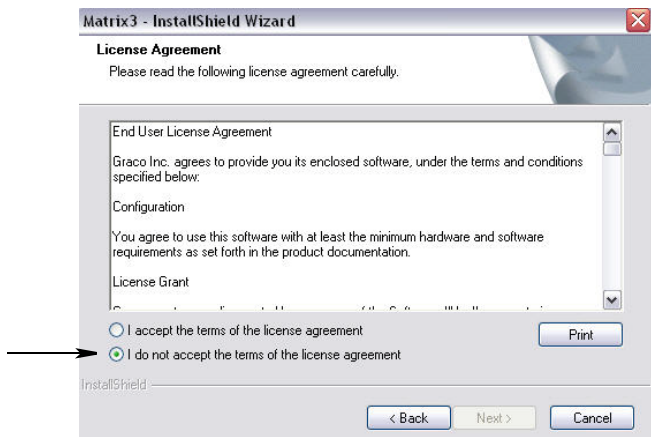

FIG. 4
4. Leggere l'accordo di licenza con l'utente finale (EULA) (FIG. 4). Se accettabile, selezionare "I accept the terms of the license agreement" (Accetto i termini dell'accordo di licenza). Dopo aver accettato i termini dell'accordo di licenza, il pulsante NEXT (Avanti) diventa attivo. Fare clic sul pulsante NEXT (Avanti).